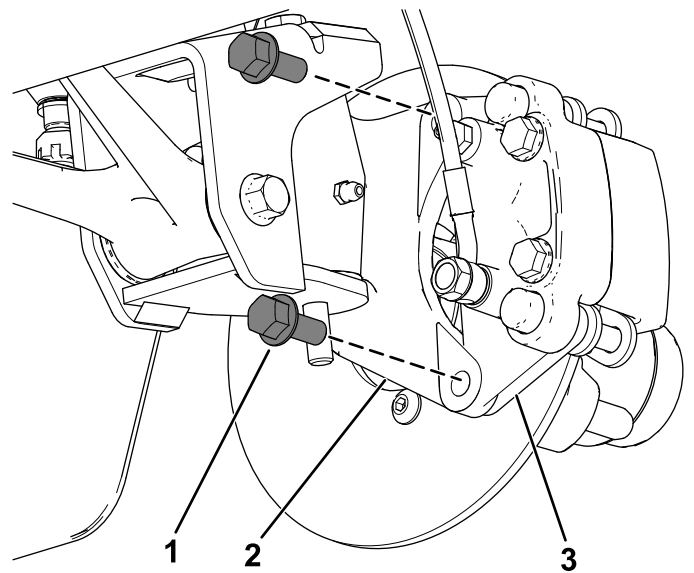
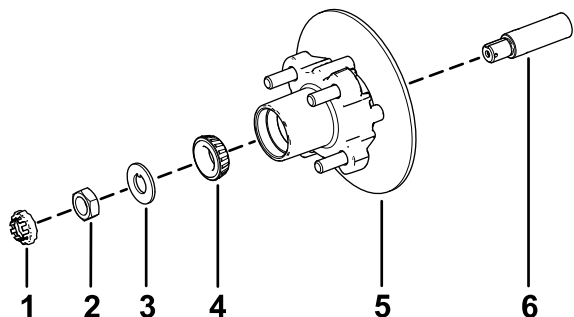

Figura 38
Figura 42
3. Togliete i bulloni a testa flangiata ($\frac{3}{8}$ " x $\frac{3}{4}$ ") che fissano la staffa del gruppo del freno al mandrino e separate il freno dal mandrino (Figura 38).
1. Lubrificate leggermente il mandrino con il grasso specificato (Figura 42).
2. Montate il mozzo e il rotore sul mandrino con il rotore verso l'interno (Figura 42).
3. Montate il cuscinetto esterno sul mandrino e inserite il cuscinetto sull'anello esterno (Figura 42).
4. Montate la rondella di sicurezza sul mandrino (Figura 42).
5. Avvitate il dado del mandrino sul mandrino e serrate il dado a 15 N·m mentre ruotate il mozzo per posizionare in sede il cuscinetto (Figura 42).
2. Allineate le pastiglie dei freni su ciascun lato del rotore (Figura 38) e i fori sulla staffa della pinza con i fori sul supporto del freno del telaio del mandrino (Figura 42).
3. Fissate la staffa del calibro al telaio del mandrino (Figura 38) utilizzando i 2 bulloni a testa flangiata ($\frac{3}{8}$ " x $\frac{3}{4}$ ").